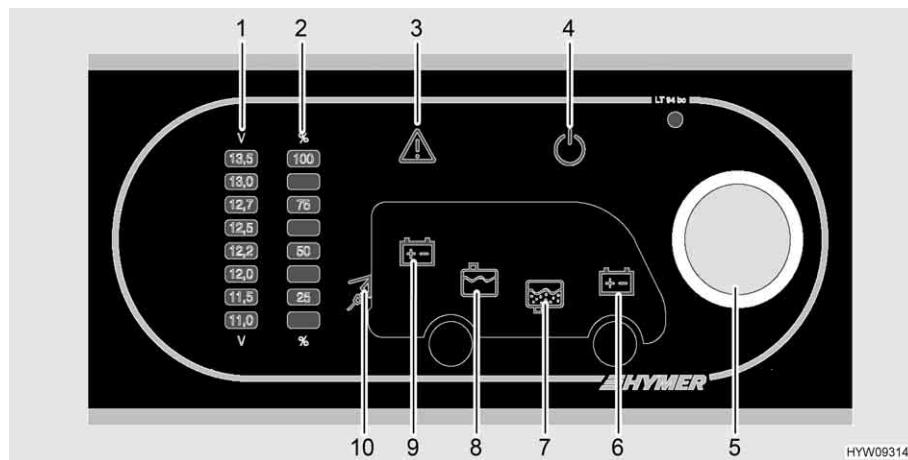

Fig. 104 Pannello di controllo (LT 94)
Il pulsante a rotazione (Fig. 104,5) inserisce o disinserisce il pannello di controllo e l'alimentazione a 12 V dell'abitacolo.
**Accensione:** ■ Premere il pulsante a rotazione (Fig. 104,5): L'alimentazione a 12 V dell'abitacolo è inserita. La spia di controllo a 12 V (Fig. 104,4) diventa verde.
**Spegnimento:** ■ Premere il pulsante a rotazione (Fig. 104,5): L'alimentazione a 12 V dell'abitacolo è disinserita. La spia di controllo a 12 V (Fig. 104,4) si spegne.
Mediante il pulsante a rotazione (Fig. 104,5) si possono interrogare sia la tensione della batteria dell'abitacolo che la tensione della batteria di avviamento. La tensione viene visualizzata sulla scala indicatore per la tensione della batteria (Fig. 104,1).
- Ruotare il pulsante a rotazione (Fig. 104,5), finché si accende il simbolo della batteria della quale deve essere interrogata la tensione.
Viene indicata la tensione della batteria dell'abitacolo (Fig. 104,9)
Viene indicata la tensione della batteria di avviamento (Fig. 104,6)
- Leggere la tensione sulla scala indicatore della tensione della batteria (Fig. 104,1).
Mediante il pulsante a rotazione (Fig. 104,5) si possono interrogare sia il livello del serbatoio dell'acqua che il livello del serbatoio delle acque grigie. Il livello viene visualizzato sulla scala indicatore livello dei serbatoi (Fig. 104,2).
*Indicazione:* ■ Ruotare il pulsante a rotazione (Fig. 104,5), finché si accende il simbolo del serbatoio del quale deve essere interrogato il livello.
Viene indicato il livello del serbatoio dell'acqua (Fig. 104,8)
Viene indicato il livello del serbatoio delle acque grigie (Fig. 104,7)
■ Leggere il livello sulla scala indicatore del livello serbatoio (Fig. 104,2).
La spia luminosa Alarm (Fig. 104,3) lampeggi non appena i valori limite fissati vengono superati per eccesso o per difetto.
La spia luminosa Alarm (Fig. 104,3) lampeggi non appena la tensione della batteria scende al di sotto di 11 V. Se l'alimentazione a 12 V è accesa, si accende anche il relativo simbolo della batteria (Fig. 104,6 o 9), e l'indicatore "11,0" sulla scala indicatore della tensione della batteria (Fig. 104,1) lampeggi. Rischio di uno scaricamento totale della batteria.
La spia luminosa Alarm (Fig. 104,3) lampeggi ed il relativo simbolo del serbatoio (Fig. 104,7 o 8) si accende non appena il serbatoio dell'acqua è vuoto o il serbatoio delle acque grigie è pieno.
La spia di controllo a 230 V (Fig. 104,10) si accende quando all'ingresso della centralina elettrica è presente una tensione di rete.